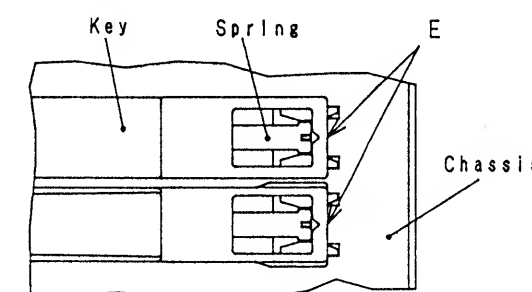
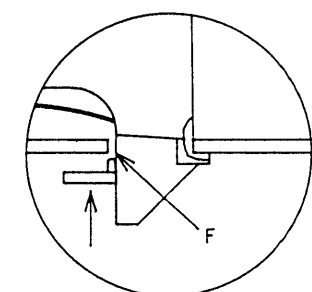

Fig. 9
Fig. 10
3. Referring to Fig.9 and Fig.10, verify that there is no clearance at the portion E between the key fulcrum and the shassis. Pressing the stopper in the direction of arrow ⑤, attach it on the portion F as shown in Fig.10.
3. KEY支点部とシャーシ係合部間 (E) に隙間のないことを確認し、ストッパーをシャーシ裏側に、Fig.10に示す (F) に沿ってシャーシと鍵の隙間に押し込むようにして貼ります。